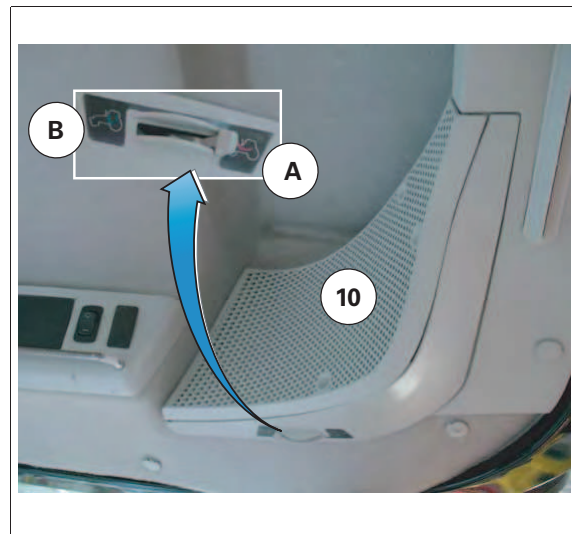

Fig. 23.
| <ul style="list-style-type: none"> (1) Ventiladores graduables. (2) Luz interior (vea "Luz interior", página 86) (3) Interruptor de control del limpiaparabrisas trasero (4) Interruptor del panel Triflash en el techo (opcional) (5) Altavoces para radio | <ul style="list-style-type: none"> (6) Módulo de control del aire acondicionado (7) Alojamiento para radio. (8) Bombilla de iluminación de la consola (9) Trampilla de techo (según el modelo) (10) Rejillas de recirculación de aire traseras del lado izquierdo y derecho fig. 23 |
- 10 Rejillas de recirculación de aire traseras del lado izquierdo y derecho fig. 23